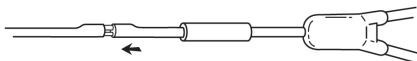

Fig. 5
5. Schieben Sie die kleine und die große Metallkanüle in die entsprechenden Katheterlumina, bis der Ersatzkatheter ca. 3 mm aus dem Katheterende herausragt (Fig. 5).